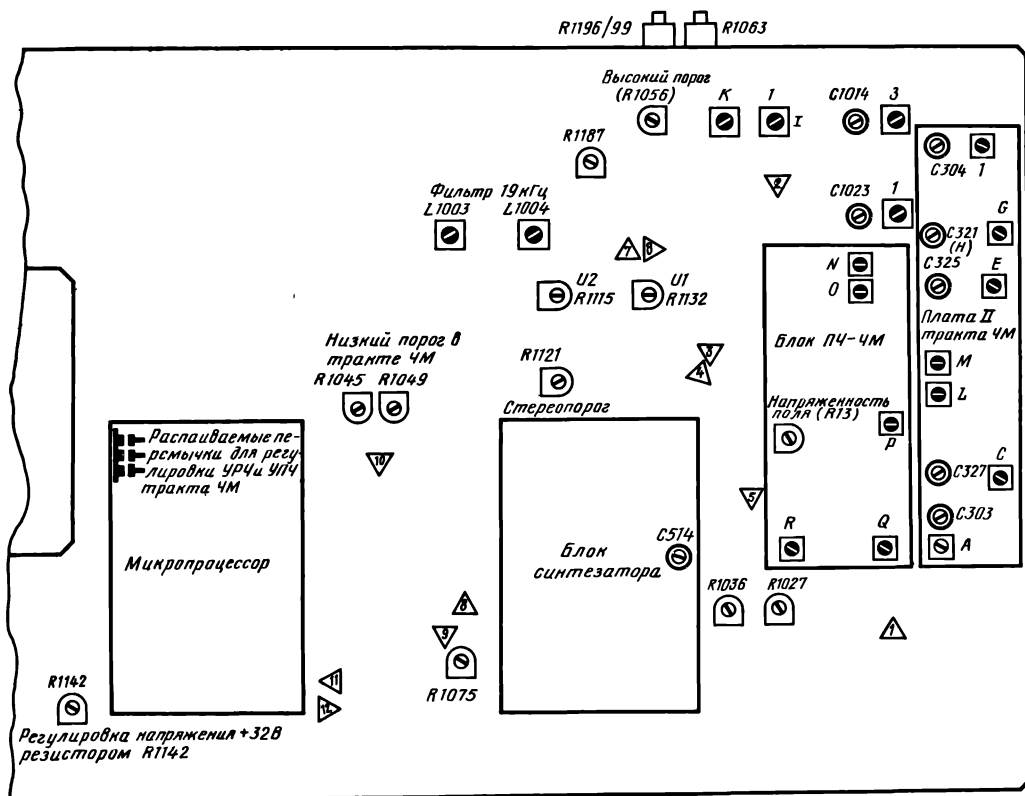

Рис. 3.38. Расположение основных регулировочных точек тюнера ST-6000
Регулировка тюнера. Регулировка тракта АМ. Для их выполнения нужно подключить к регулировочным точкам (рис. 3.38) и к разъемам тюнера следующие приборы.
установить от 10 до 30 мкВ. Ручкой настройки тюнера установите частоту 560 кГц. Катушкой рис. 3.38 3 контура УПЧ нужно добиться максимального значения сигнала ПЧ, контуром 1 УПЧ — максимума и симметрии характеристики ПЧ. Керамический фильтр обеспечивает среднюю частоту $460 \text{ кГц} \pm 800 \text{ Гц}$.
Регулировка прохождения через ноль. В тракте АМ она выполняется, когда тюнер установлен в режим ручной настройки частоты. С помощью катушки 11 контура ПЧ нужно добиться, чтобы прохождение через ноль детекторной характеристики происходило при напряжении 0 ± 10 мВ между измерительными точками $\nabla 6$ и $\nabla 7$ (рис. 3.38).
Регулировка автоматического поиска радиостанций. Следует включить вольтметр между точкой $\nabla 10$ и массой (см. рис. 3.38). Переключатель устройства бесшумной настройки перевести в положение «Включено». Измерительный генератор сигнала АМ и ЧМ с помощью мостика подключить ко входу «Антенна» тюнера с волновым сопротивлением 75 Ом. Переменным резистор R1063, расположенный на задней панели тюнера, перевести в правое положение до упора.
Проверка светодиодного индикатора стереобаланса производится при подаче на вход с сопротивлением 75 Ом ЧМ-сигнала частотой 95,2 МГц с амплитудой 1 мВ. Модулирующая частота составляет 50 Гц, девиация равна 40 кГц. Тюнер настраивается точно на указанную частоту. Переключатель «Гетеродин» находится в положении «Выключено». Необходимо соединить точки 11 и 12 (см. рис. 3.38). После этого может светиться только зеленый светодиод индикатора (середина, стереобаланс). Уберите соединительную перемычку между точками 11 и 12.
16. Если в память не удается записать частоту фиксированной настройки и буквенное обозначение радиостанции, нужно измерить напряжение в точке $\nabla 13$ (см. рис. 3.38) и убедиться, что оно составляет 4,7 В при включенном тюнере. Если напряжение отсутствует, следует проверить диод VD609. Затем нужно измерить напряжение при выключенном тюнере в точке $\nabla 13$. Оно должно составлять около 2,7 В. Если напряжение отсутствует, нужно проверить диод VD608 и резервную батарею блока памяти. Если они исправны, заменить микропроцессор.